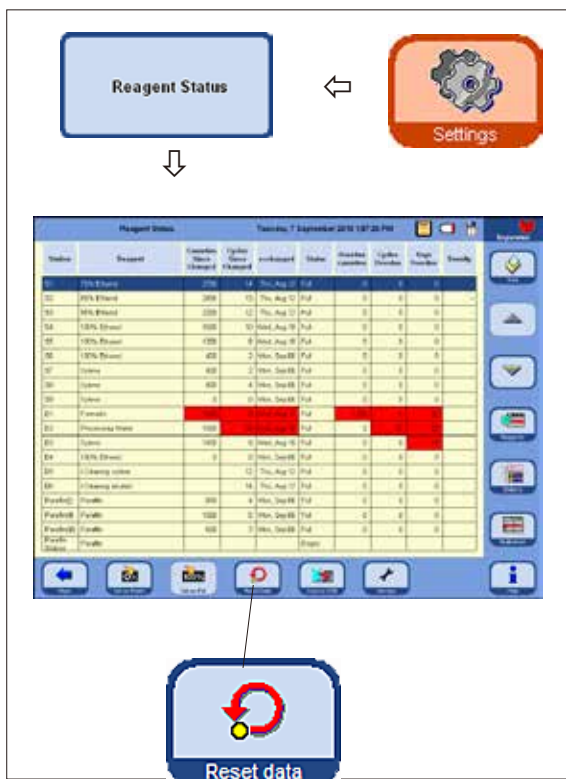

Fig. 175
- Retire o frasco do sistema (15) do compartimento do reagente e desaparafuse a tampa do recipiente (15.1).
- Quando inserir o frasco do sistema, certifique-se de que o anel de retenção (35) está bem apertado e o tubo de conexão (65) fica perfeitamente travado no painel traseiro.
- Em seguida, na janela **SETTINGS** pressione o botão **REAGENT STATUS** para chamar a tabela com o mesmo nome (Fig. 175).
- Selecione a linha correspondente na tabela e zere os dados utilizando o botão **RESET DATA** (Fig. 175).